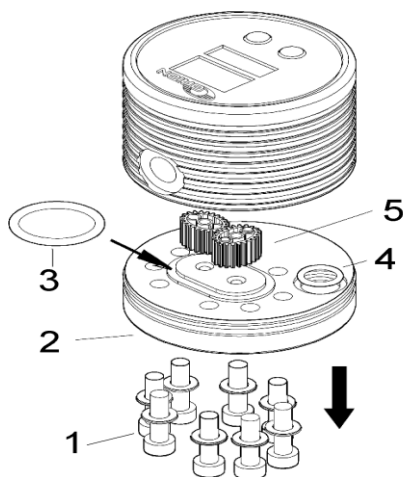

Fig.3
Replace the oval gears (5) ensuring that they are meshed correctly, then replace the O-rings (3,4) and the cover (2) as shown in Fig. 3.
Consist of O-rings (3,4 Fig.3) and 2x gears (5, Fig.3).
Sätt tillbaka de ovala kugghjulen (5). Se till att de hamnar i rätt läge. Sätt sedan tillbaka O-ringarna (3,4) samt locket (2) som i Fig. 3.
Består av O-ringar (3,4 Fig. 3) samt 2 st kugghjul (5, Fig.3)